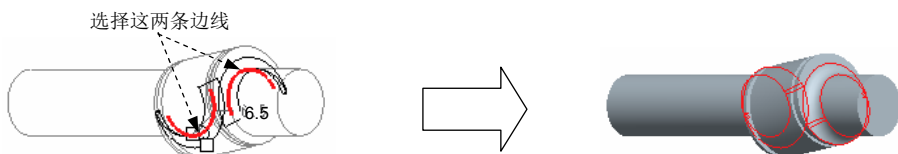

图 5.33.17 创建倒圆角特征
(1) 单击  按钮，在出现的操控板中确认“实体”类型按钮  被按下，并按下“移除材料”按钮  和“加厚草绘”按钮 。
(2) 右击，从弹出的快捷菜单中选择 **定义内部草绘...** 命令，进入“草绘”对话框。草绘平面为 DTM3 基准平面，参考平面为 RIGHT 基准平面，参考平面方向为 **右**。
(3) 其余的操作步骤参见 Step8。
Step10. 创建图 5.33.17 所示的倒圆角特征。